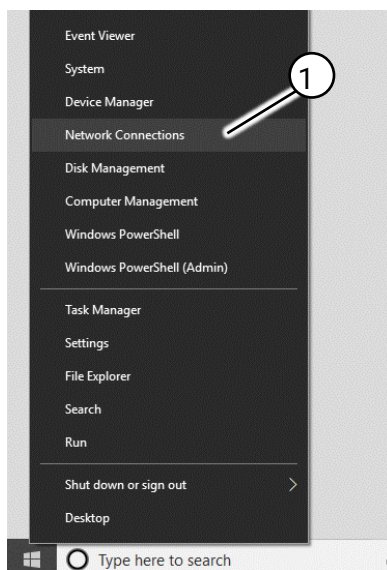

Fig. 39 Netwerkverbindingen
1. Klik met de rechter muisknop op het startpictogram en selecteer 'Netwerkverbindingen' (Fig. 39 (1))